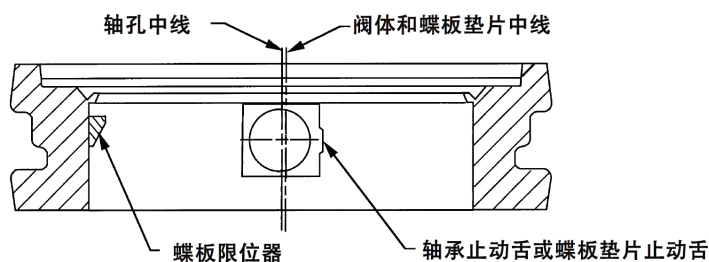

图 11. 轴承 / 垫片止动的定向
- 将轴套边缘定位到阀体腔，将一个轴套 / 蝶板垫片插入轴套孔，轴套止动舌背对蝶板限位器，如图 11 所示。